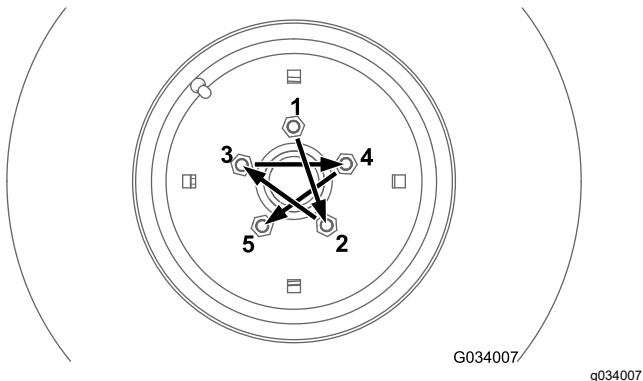
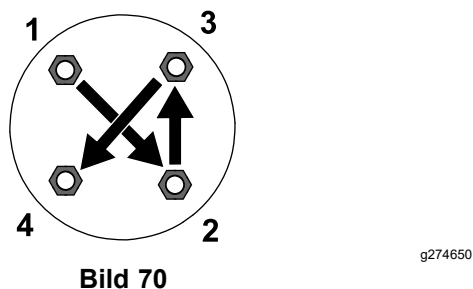

Bild 69
Bild 70
Ziehen Sie die Radmutter an den Vorder- und Hinterrädern (nur Allradmaschinen) in einem kreuzförmigen Muster, wie in Bild 69 dargestellt, auf das angegebene Drehmoment an. Bild 70
- Vorderräder: siehe Bild 69
- Hinterräder (nur bei Allradmaschinen): siehe Bild 70